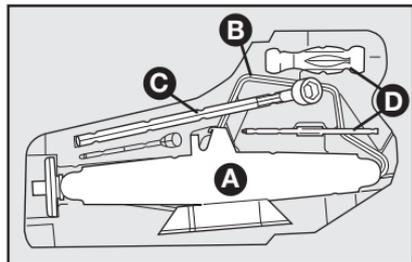

fig. 5
- Retirar o macaco **A-fig. 5**, a alavanca de acionamento do macaco **B-fig. 5**, chave de rodas **C-fig. 5**, chave de fenda **D-fig. 5** e a chave extensora, localizada atrás do macaco.